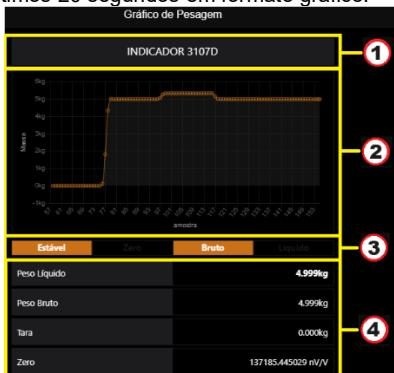

Figura 51 – Página Gráfico de Pesagem via Alfa Web Monitor
Para melhor visualização dos dados apresentados, o gráfico gerado na curva sinalizada pelo item 2 da Figura 51 possui eixo vertical adaptativo, permitindo a visualização tanto de grandes quanto de pequenas variações. O gráfico apresenta as últimas 100 amostras com uma aquisição de 5 amostras/segundo.